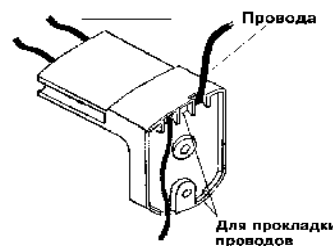

Рис. 3
2. Удалите в кронштейне заглушки, которые будут использоваться для прокладки проводов. Провода пропустите через каналы кронштейна и закрепите кронштейн в выбранном месте на стене (рис.3).